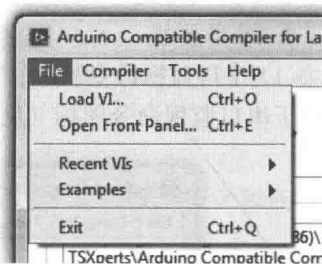
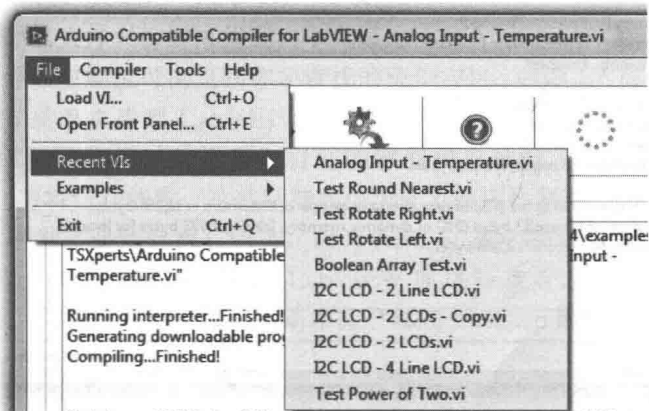

图 1-6 单击“File”
图 1-7 选择最近编辑过的 VIs
(1) 单击“File”菜单（见图 1-6）。
(2) 选择“Load VI”，装载要编译下载到硬件板的 VI，选择“Open Front Panel”打开刚才 VI 的前面板，这两项分别为工具栏中第一、二个图标。
(3) 单击“File”菜单下的“Recent VIs”，可打开下级的相关子菜单，选择最近编辑过的 VIs（见图 1-7）。